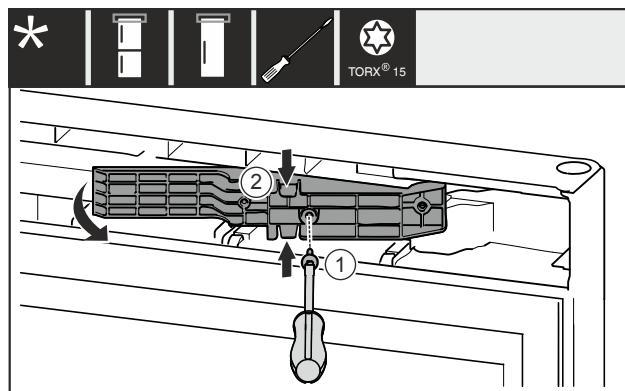

Fig. 14 \*
- Schraube Fig. 14 (1) entfernen.\*
- Adapterstück Fig. 14 (2) oben und unten leicht zusammendrücken und herausziehen.\*